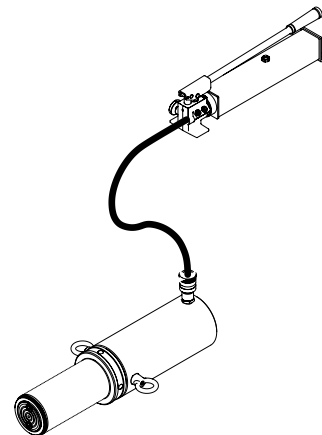

Figura 2: Ilustración de la purga de aire del sistema
1. Coloque la bomba en una posición más elevada que la manguera y el cilindro, como se muestra en la Figura 2.
| Hay una acción irregular.                                                            | <ul style="list-style-type: none"> <li>• Hay aire en el sistema o cavitación de la bomba.</li> <li>• Hay una fuga externa en el cilindro.</li> <li>• El cilindro se adhiere o está atascado.</li> </ul>                                                                                                                                                        | <ul style="list-style-type: none"> <li>• Ventile el sistema (consulte la Figura 2).</li> <li>• Comuníquese con el centro de servicio.</li> <li>• Comuníquese con el centro de servicio.</li> </ul>                                                                                                                                                                                                                                                                           |
| El cilindro tiene un funcionamiento deficiente.                                      | <ul style="list-style-type: none"> <li>• El nivel de aceite de la bomba está bajo.</li> <li>• Hay aire atrapado en el sistema.</li> </ul>                                                                                                                                                                                                                      | <ul style="list-style-type: none"> <li>• Asegúrese de que el nivel de aceite sea el adecuado.</li> <li>• Ventile el sistema (consulte la Figura 2).</li> </ul>                                                                                                                                                                                                                                                                                                               |